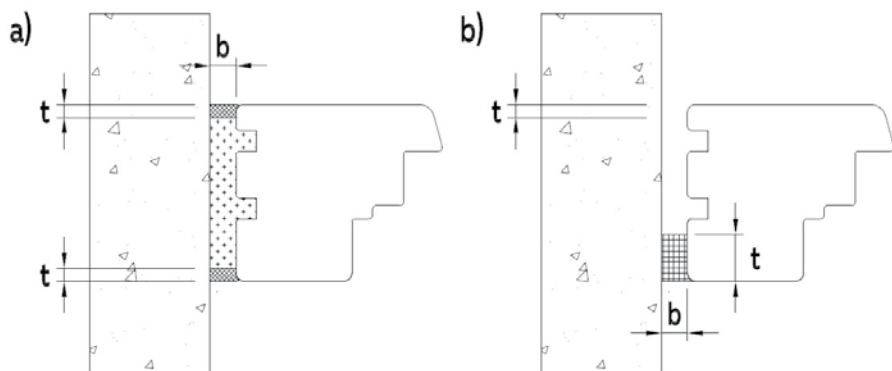

Abb. 6. die Maße der Abdichtung:
- a) Bei der Verwendung von dauerhaft elastischen Dichtstoffen (z. B. Silikonen) ist sicherzustellen, dass die Tiefe der Dichtfuge „t“ mindestens die halbe Breite der Fuge „b“ beträgt, jedoch nicht weniger als 6 mm (Abb. 6, S. 10),
- b) Für imprägnierte, expandierende Dampfsperribänder sind die Abmessungen entsprechend der Spaltgröße auszuwählen (Abb. 6, S. 10).